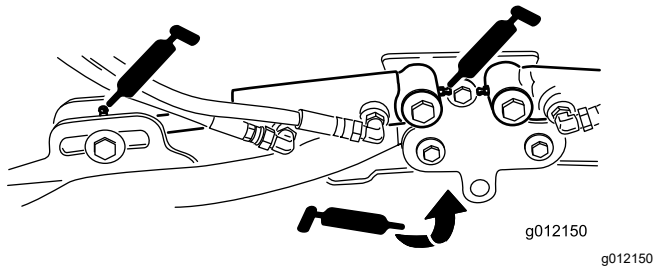

Bild 74
- Hubarmzylinder des Mähwerks (2) (Bild 74)
- Hubarmgelenke (1) (Bild 74)